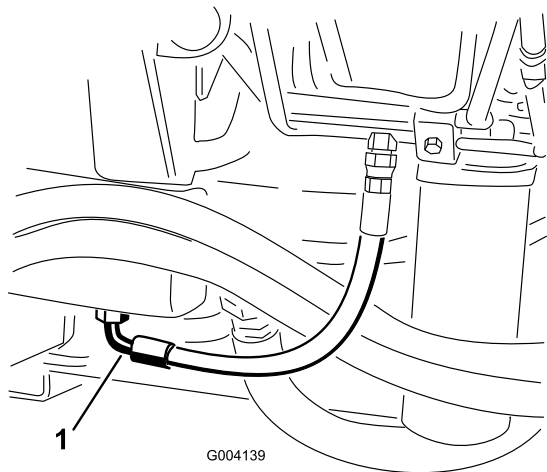

Figura 88
2. Coloque un recipiente grande debajo del acoplamiento situado en la parte inferior del depósito de fluido hidráulico (Figura 88).